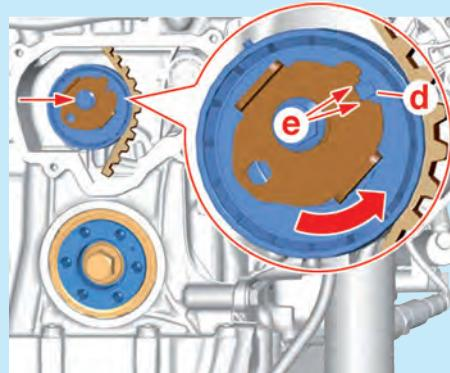

Fig.7
- Tourner l'excentrique du galet tendeur dans le sens antihoraire (Fig.7).